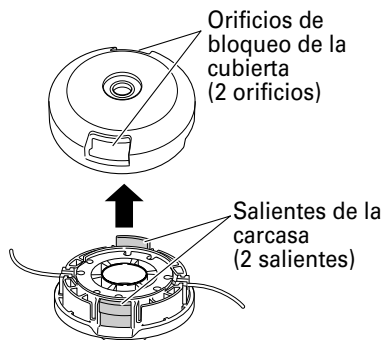

Fig. 29
- (7) Presione y enganche los salientes de la carcasa en los orificios de bloqueo de la cubierta. (Fig. 29)